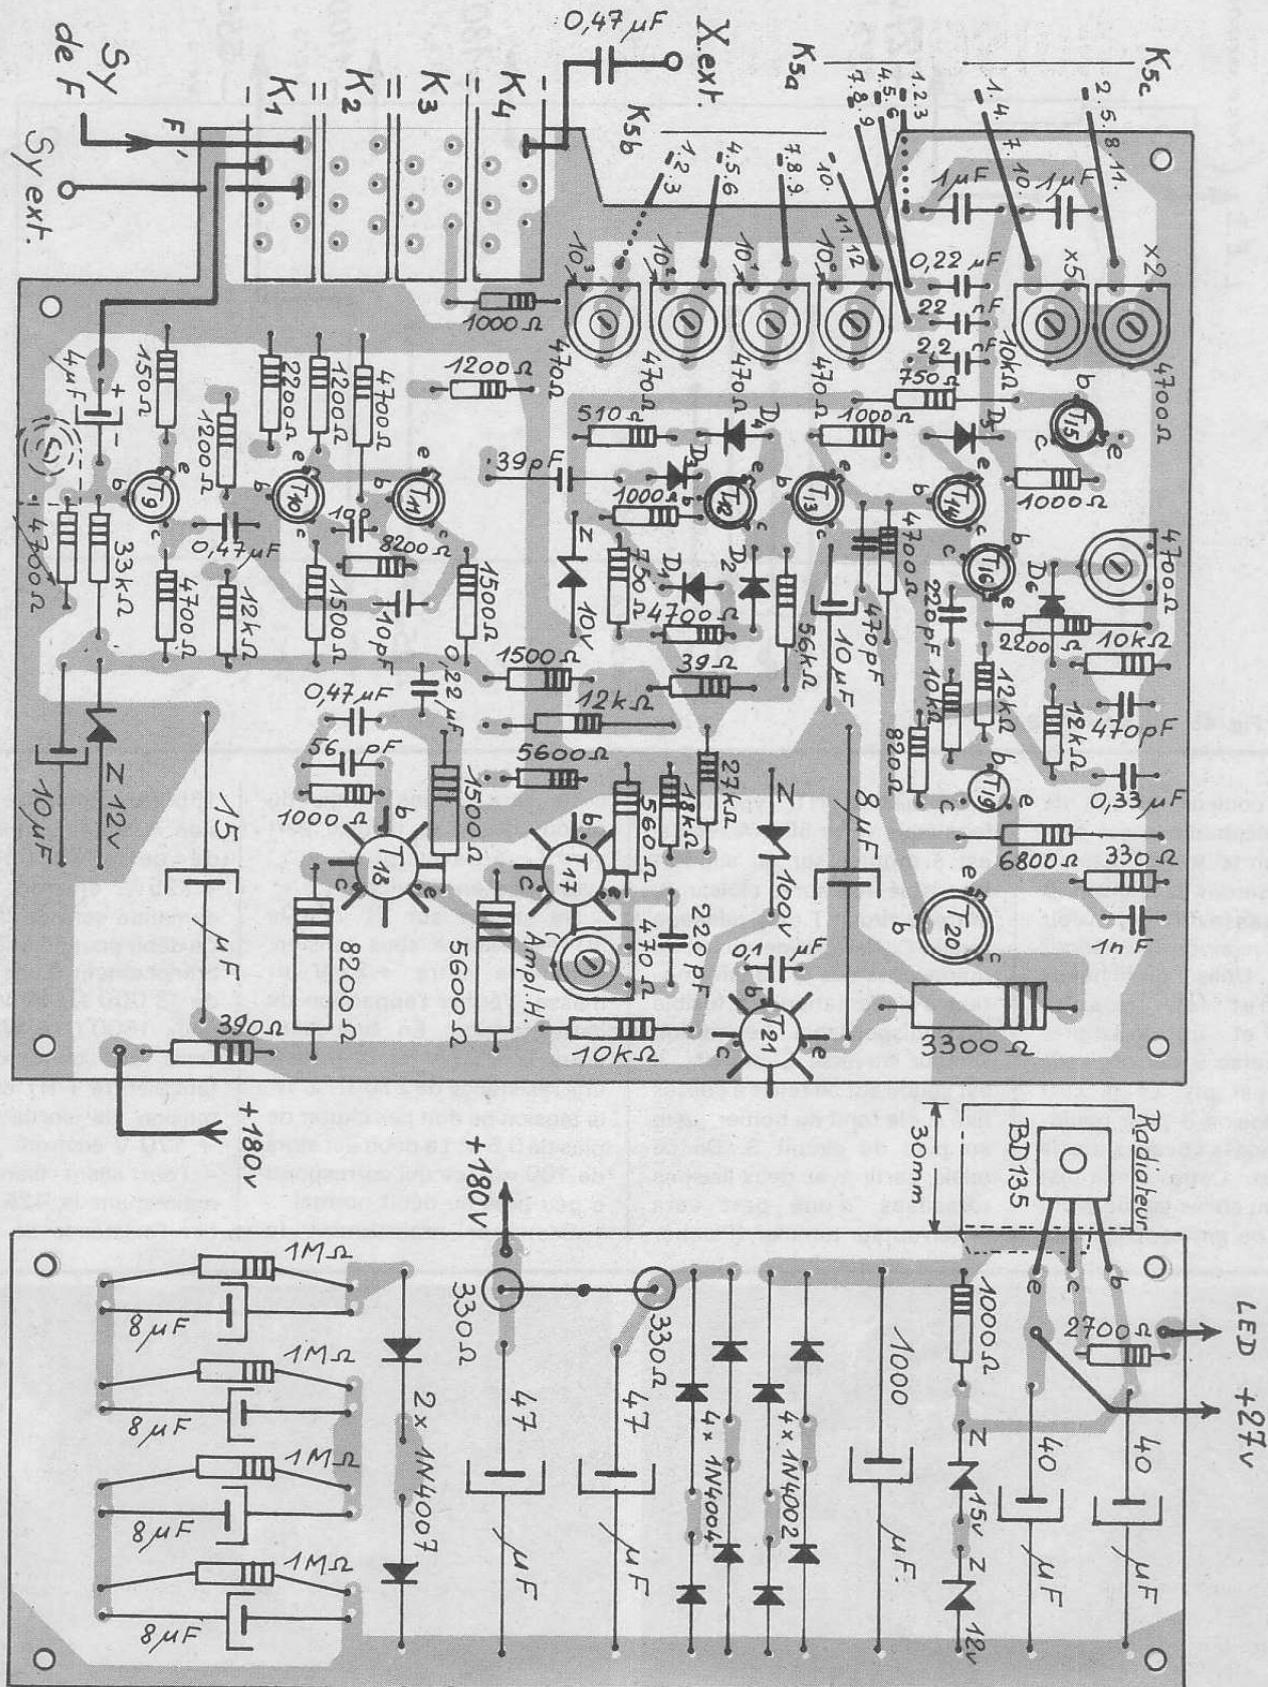

Fig. 44. - Pose des composants sur H et S.
a) Poser les composants sur le circuit « S » en se référant à la figure 44. Rien de très difficile et des composants peu fragiles. Attention cependant au sens des condensateurs polarisés et à celui des diodes. Les résistances 330  $\Omega$ /5 W sont debout, leurs fils supérieurs soudés l'un sur l'autre. Il serait utile de placer des picots
## 5. Partie horizontale (voir fig. 44) (photos 11 et 18)
souder les fils de liaison à  $K_5$ , en suivant la figure 44. Utiliser du petit fil rigide. Relier aussi  $K_6$  au + du 4  $\mu$ F de T9.